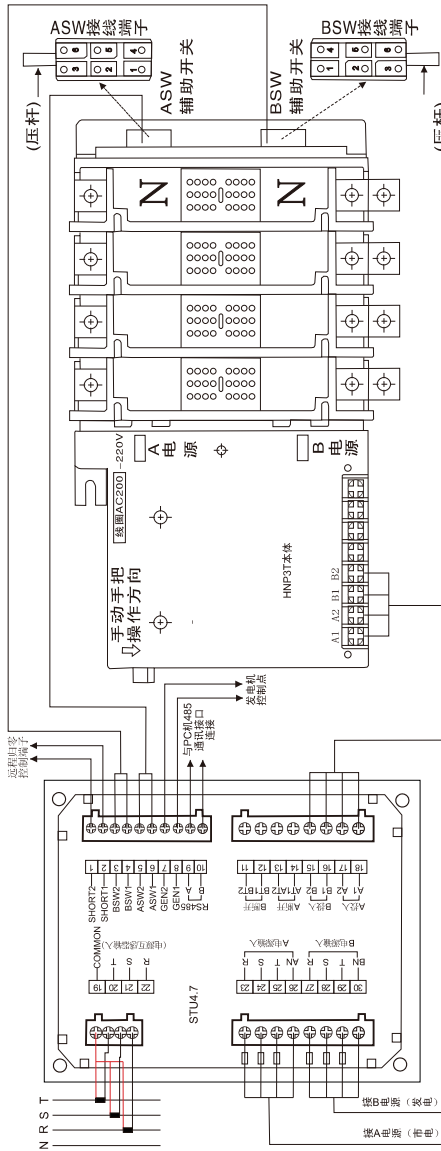

图 21 二段式 TSE 与 STU4.7 控制器的接线图
- ◆ 二段式 TSE 与 STU4.7 控制器的接线图。见图 21。